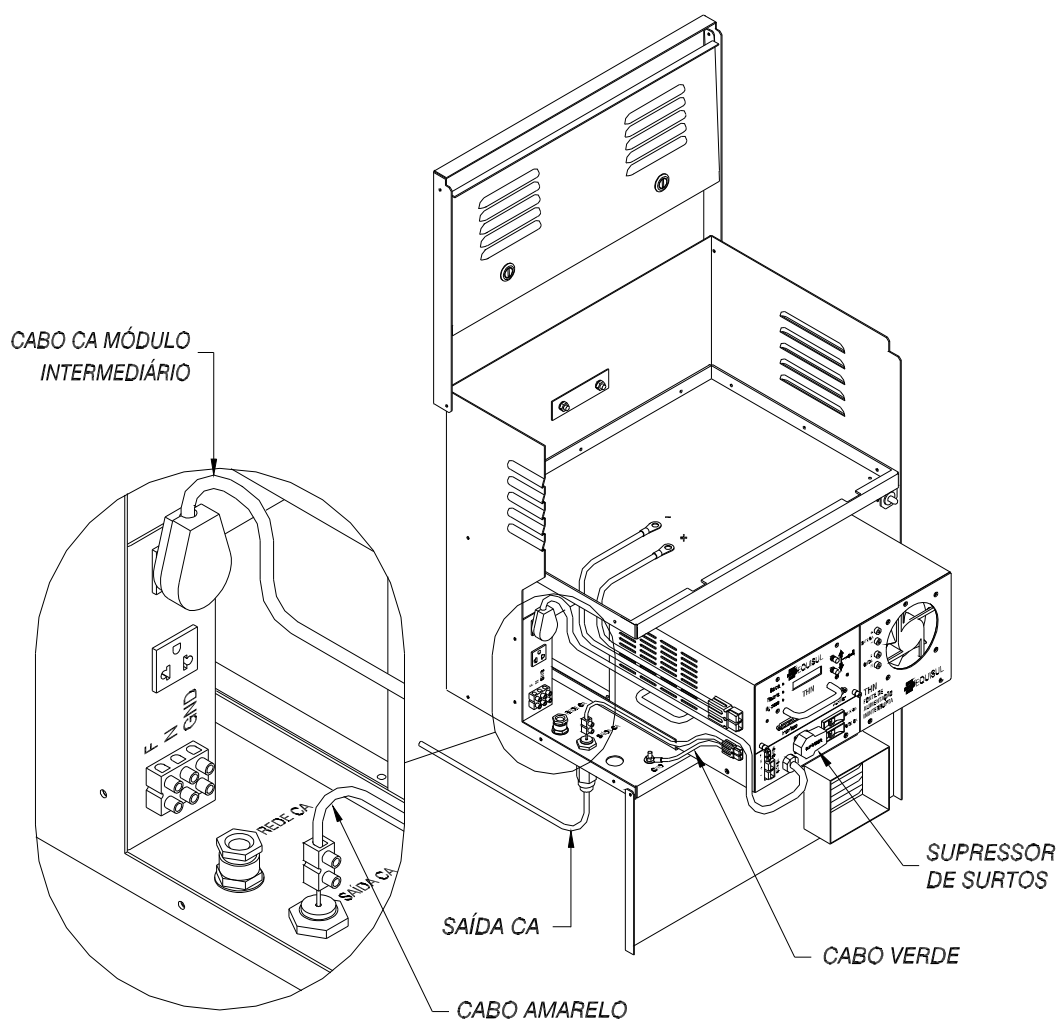

Figura 9. Instalação do Módulo Intermediário e disposição dos cabos
- 13.** Após a seleção das tensões de entrada e saída, insira o Módulo Intermediário no compartimento inferior do Gabinete Externo, verificando a disposição dos cabos, como é mostrado na Figura 9;